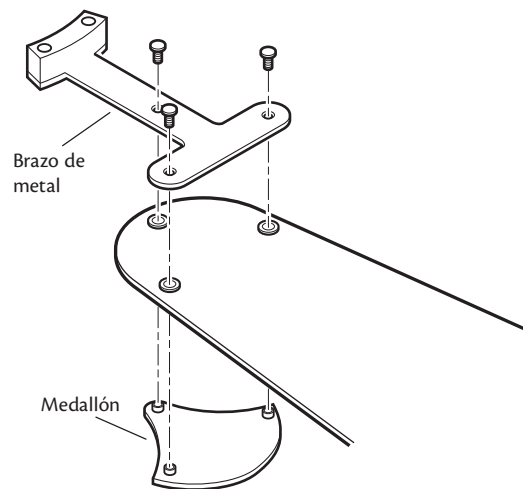

**Figura 22 - Inserción de los ojales en las paletas del ventilador**
- Su ventilador puede incluir ojales de goma para las paletas. Si su ventilador tiene ojales, insértelos con la mano en los agujeros en las paletas como se muestra en la Figura 22.